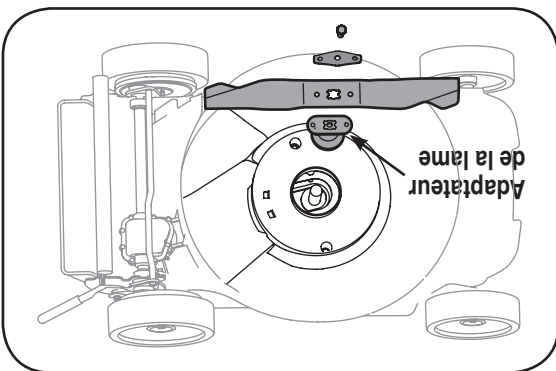

Figure 5-2
4. Enlevez le boulon et le support de la lame qui maintiennent la lame et l'adaptateur sur le vilebrequin. Voir la Figure 5-2.
9. Placez l'adaptateur de la lame sur le vilebrequin, «l'étoile» à l'opposé du moteur. Voir la Figure 5-2. Placez la lame, le côté sur lequel la mention «Bottom» (ou le numéro de pièce) apparaît, à l'opposé de l'adaptateur. Alignez le support de la lame sur celle-ci en enfonceant les pattes dans les trous de la lame, puis insérez le boulon hex.